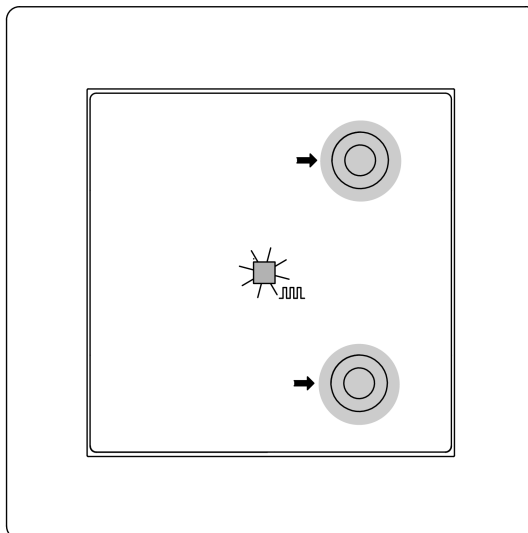
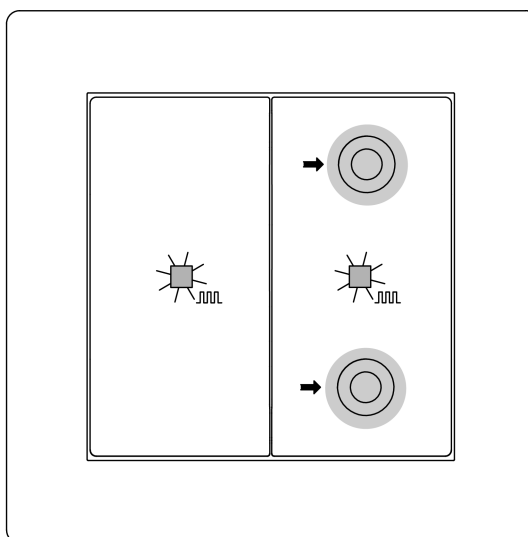

Bild 5: Aktivera programmeringsläge (1-delad)
Bild 6: Aktivera programmeringsläge (2-delad)
Programmera fysisk adress och applikationsprogram 1-delad (Bild 5) och 2-delad (Bild 6)
- Aktivera programmeringsläget: Tryck på knappen uppe till höger och knappen nere till vänster samtidigt i > 4 sekunder för 1-delad (Bild 5) och 2-delad (Bild 6). Status-LED blinkar rött. Programmeringsläget är aktiverat.